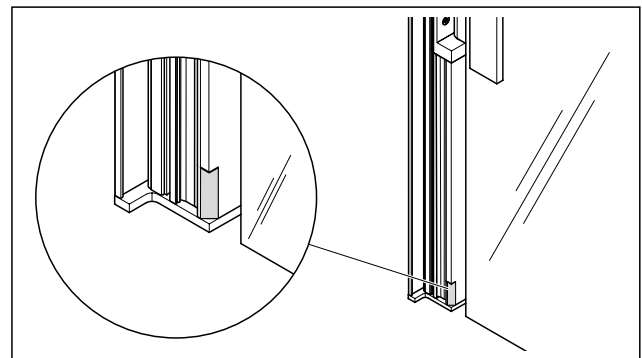

Abb. 7 Ein vorbereitetes Deckprofil der Zarge mit Ausfräsung an der Nebenschließkante bei geöffneter Tür
4. Prüfen, ob das untere Deckprofil eine Ausfräsung aufweist (Abb. 7).
Das untere Deckprofil muss eine Ausfräsung aufweisen, damit die Absenkündigung ausgelöst werden kann (Abb. 7).
3. Das untere Deckprofil der Zarge unter dem Türband durch das vorbereitete Deckprofil (vgl. Abb. 7) der Zarge ersetzen.